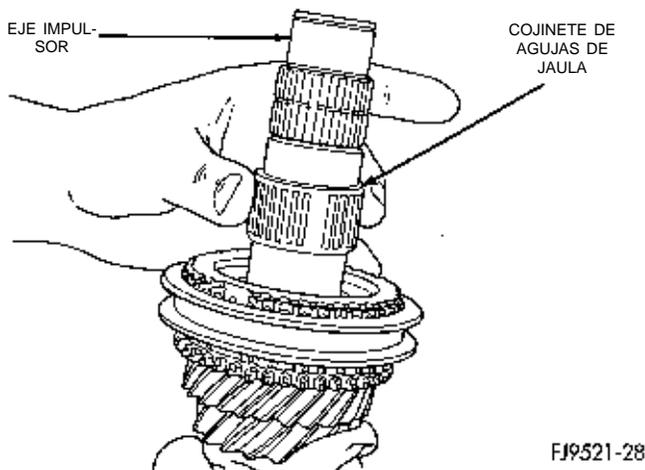

Fig. 86 Desmontaje del cojinete de agujas de jaula dañadas o dientes de engranaje mellados. Reemplace si fuera necesario.
- (8) Retire el cojinete de agujas de jaula de 4ta velocidad (Fig. 86). Verifique si el cojinete de agujas de jaula tuviera el muelle de retención roto.